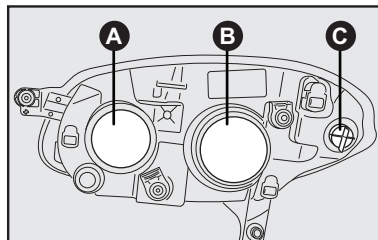

fig. 16
- Tirar de la tapa **A-fig. 16** (para sustituir la lámpara de luz alta) o la tapa **B-fig. 16** (para sustituir la lámpara de luz baja) y quitarla;
- Recolocar la tapa **A-fig. 16** (luz alta) o **B-fig. 16** (luz baja).
- Introducir la mano en la apertura para obtener acceso al portalámpara **C-fig. 16**;
- Quitar el portalámparas **C-fig. 16** girándolo en sentido antihorario;
- Recolocar la tapa **B-fig. 16**.
- Quitar la tapa **B-fig. 16**, tirando de la misma;